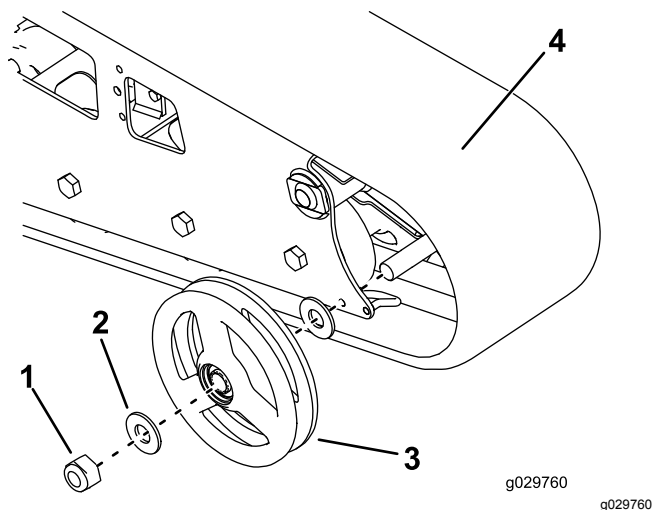

図 62
7. 外側の前ホイールを固定しているナット外して右ホイールを取り外す 図 62。
8. クローラを取り外す 図 62。
9. 外側ホイールそれぞれの左右それぞれの側から大きなワッシャ各側1枚、合計2枚を外す 図 62。
12. 新しいクローラを取り付ける 図 62。
13. 先ほど取り外したナットで、外側前ホイールを元通りに取り付ける 図 62。